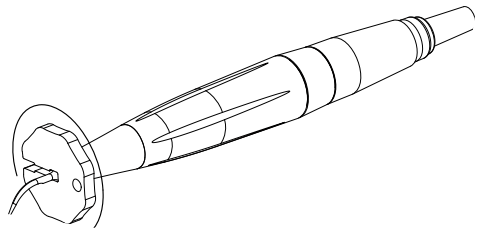

Fig. 5 Serraggio della punta con l'apposita chiave
3. Sterilizzare le punte prima dell'uso (Capitolo 5.1. "Sterilizzazione e pezzi di ricambio"). Montare la punta selezionata con l'ausilio della chiave in dotazione, serrandola moderatamente (Fig.5 sotto).